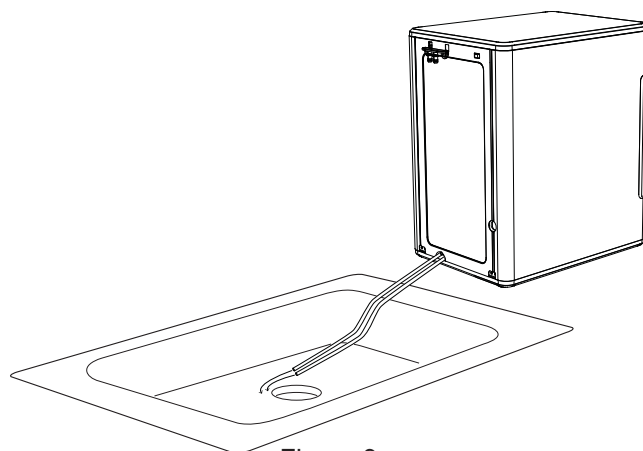

Figura 9
12. Luego colóquelos para que se escurran en un fregadero o cubeta que esté por debajo del nivel de la máquina de hielo. Ver figura 9 y 10.